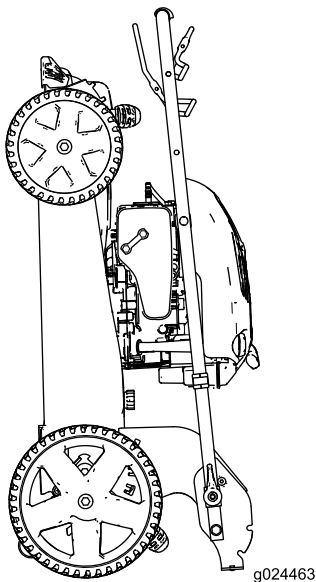

Figure 18
6. Levez l'avant de la machine par le guidon et amenez-la dans un lieu de remisage (Figure 18).